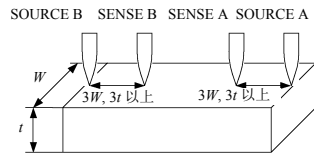

图 7. 被测对象有一定宽度或厚度时的探测位置
为了避免这种影响，最好在电流流入点的内侧检测电压。总而言之，在超出被测对象宽度 (W) 或厚度 (t) 的 3 倍以上内侧，电流分布应该是一样的。如图 7 所示，SENSE 端子最好配置在距离 SOURCE 端子 $3W$ 或 $3t$ 以上的内侧。